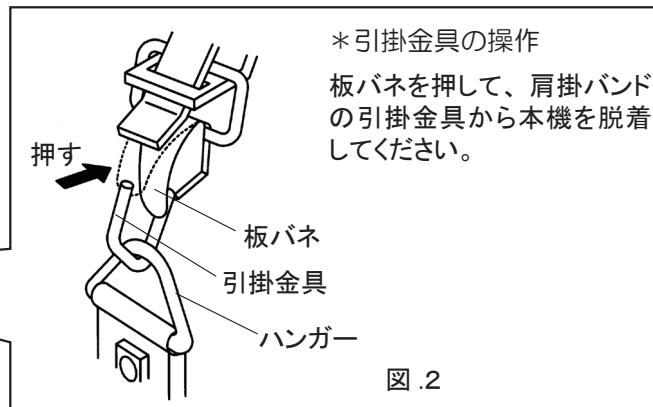

図.2
- ② 図.2のように、肩掛けバンドの引掛け金具を本機のハンガーに引っ掛けてください。
- ③ マルチカッターを身体の右側に吊り下げ、刃刃が地面と平行になるようにバンドの長さを調整してください。